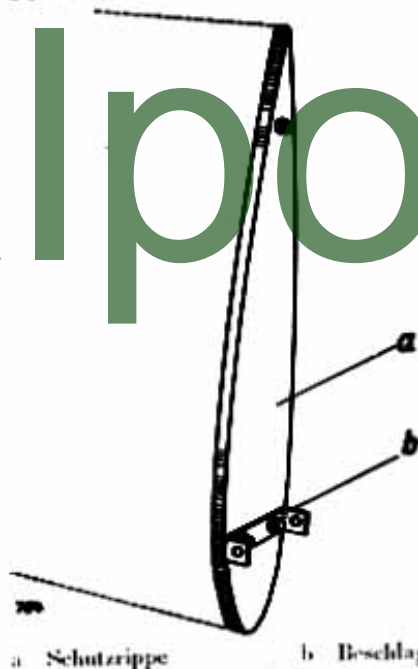

Abb. 15: Flächenschutzrippe
- i) Flächenschutzrippe (Abbildung 15).